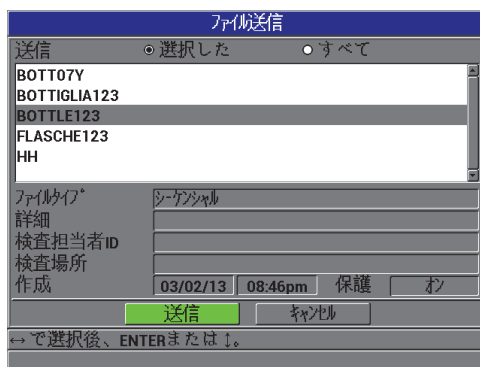

図 8-4 ファイル送信画面
3. ファイル送信画面（150 ページ図 8-4 参照）で：